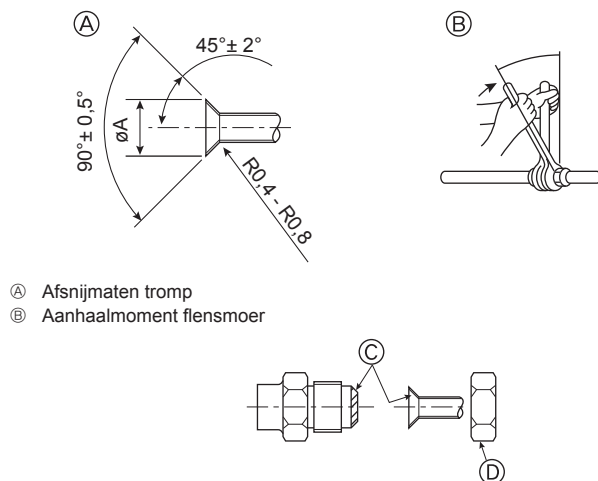

Fig. 4-8
(A) (Fig. 4-8)
(B) (Fig. 4-8)
4.2. Aansluiten van de pijpen (Fig. 4-8)